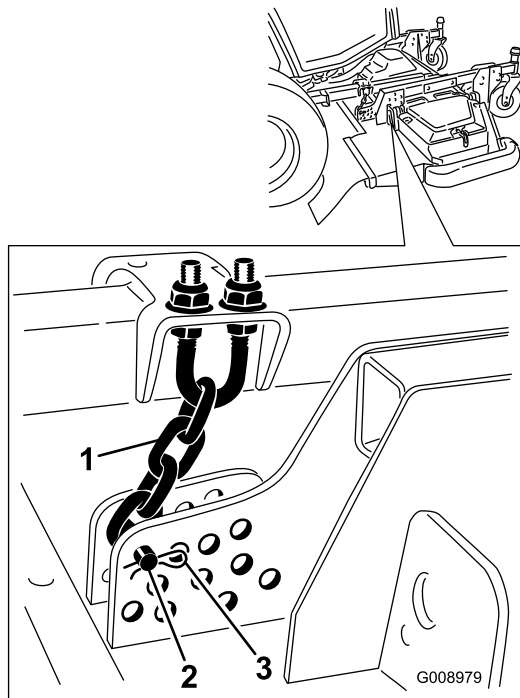

Рисунок 137
- Снимите шплинт и шплинтуемый штифт, которые крепят цепи высоты скашивания к задней части деки газонокосилки (Рисунок 137).